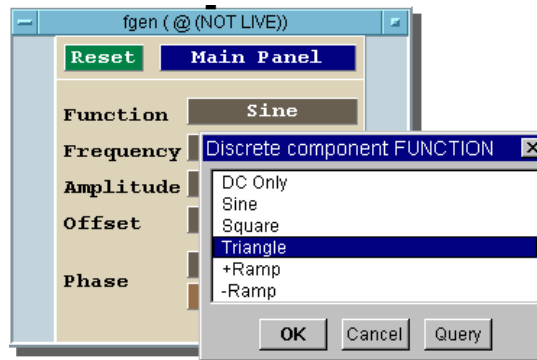

図 3-12. fgen の関数ポップアップ・メニュー
5. [Function] フィールドの [Sine] をクリックしてポップアップ・メニューを表示します。次に、図 3-12 のように [Triangle] を選択します。